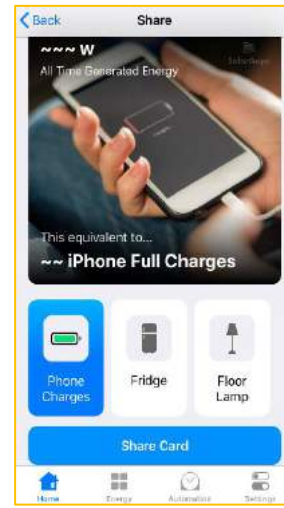

Abbildung 54
10.12.2 Der Wert **All Time Generated Energy** (Abb. 54) lässt die Ziffer der während des gesamten Jalousiebetriebs (mit App) erzeugten Strommenge ablesen. Die Ziffer wird neben Äquivalenten der Smartphone-Vollladungen, der Anzahl von Betriebstagen eines Kühlschranks bzw. Anzahl der Betriebstage einer Lampe angezeigt. Um die Ziffer